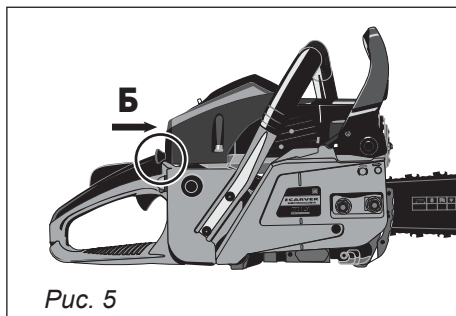

Рис. 5
6. Переведите рукоятку воздушной заслонки в положение «Б» - «рабочее положение», надавив на нее до упора (рис. 5).
запуске, повторите действие 10–15 раз, это поможет избавиться от излишков топлива в картере двигателя, установите свечу зажигания на место, переведите выключатель в положение «ВКЛЮЧЕНО», переведите воздушную заслонку в положение «ОТКРЫТО» см. рис. 5 (Б). Не производите подкачку топлива с помощью праймера. Произведите запуск двигателя с помощью стартера. двигатель за пустится.